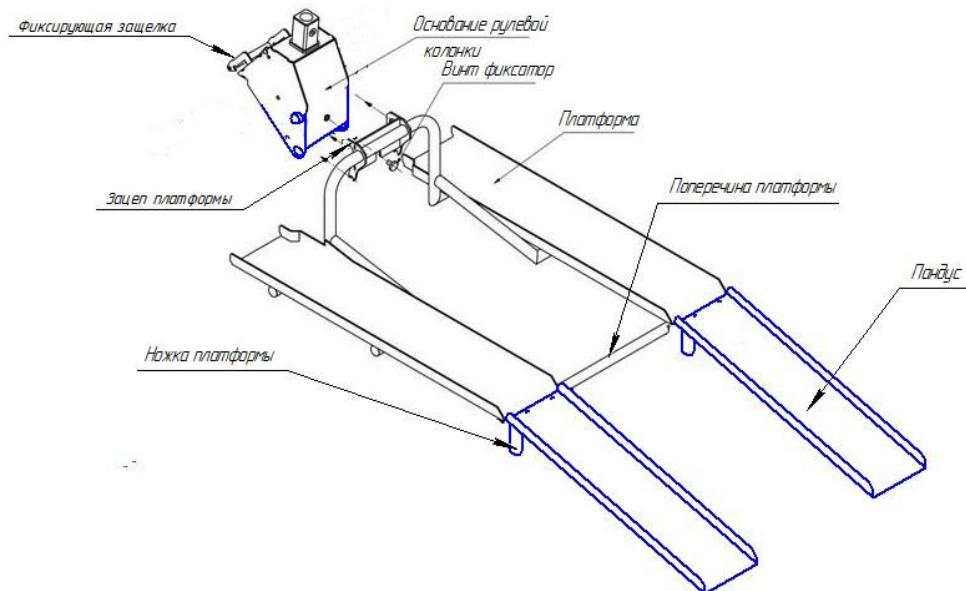

Рис.14. Монтаж платформы и съемного пандуса
С помощью зацепов платформы, установить платформу на основание рулевой колонки, после чего закрепить платформу к основанию рулевой колонки с помощью винта (Рис.14).
- с помощью зацепов платформы, установить платформу на основание рулевой колонки, после чего закрепить платформу к основанию рулевой колонки с помощью винта (Рис.14а);
- установить поочередно пандус в пазы платформы (Рис.14);
- чехол закрепить с помощью липких лент на поперечине и ножках платформы (рис.14б).
Рис.14б. Крепление чехла с пандусом к платформе